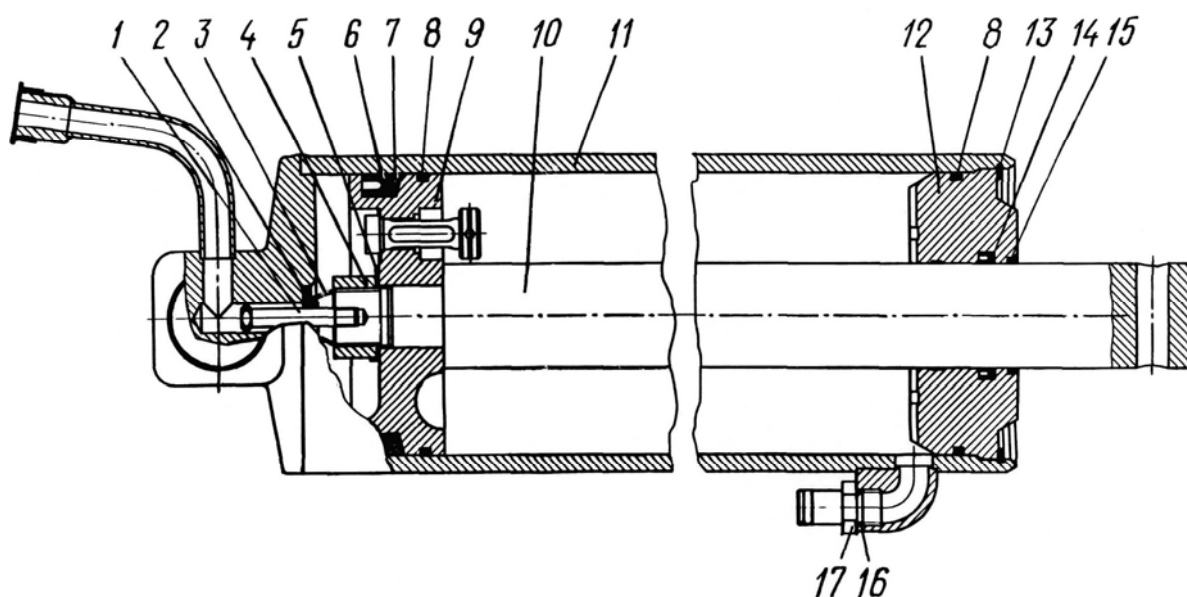

Рис.23. Цилиндр опрокидывающего механизма:
Цилиндр (рис.23) является исполнительным органом опрокидывающего механизма. Передача усилия на платформу осуществляется через рычажно-балансирующую систему. Шток 10 цилиндра присоединен к балансиру с помощью опоры 6 (см. рис.20) и пальца 7. На балансиру предусмотрен ограничитель, не позволяющий платформе переходить через предельный угол подъема, а установленный в поршне цилиндра перепускной клапан (см. рис.23), упираясь в крышку 12, открывается и пропускает рабочую жидкость, ограничивая дальнейший подъем платформы.
3. Застропить цилиндр, протянув строп за штуцер 17 (см. рис.23) цилиндра и фланец, натянуть строп.
1. Извлечь из кольцевой канавки цилиндра 11 упорное кольцо 13 и выдвинуть шток 10 (см. рис.23) в сборе из цилиндра.